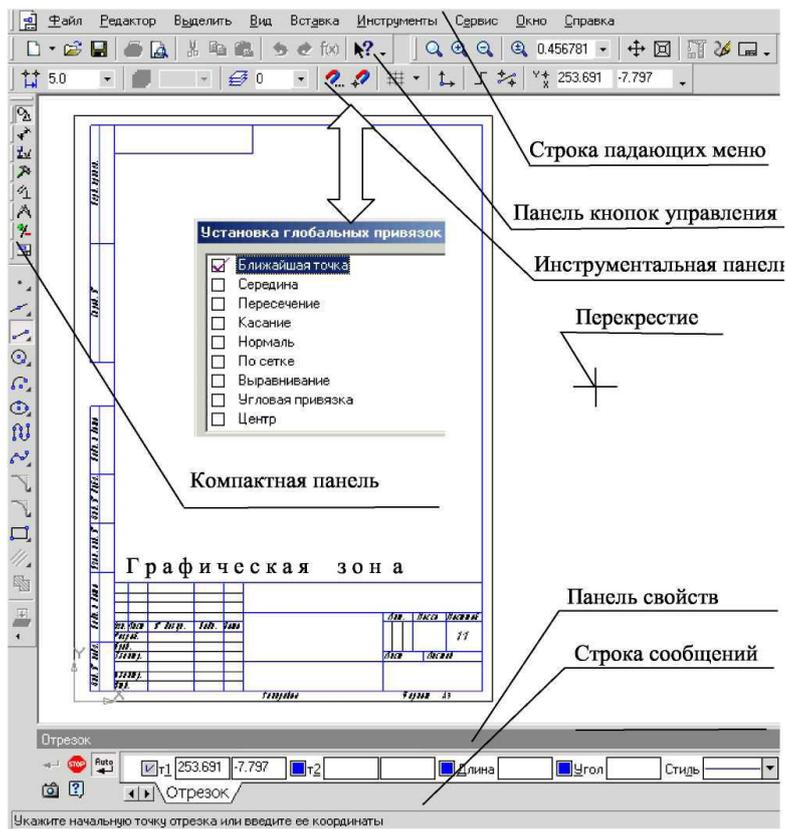

Рисунок 1.6. - Рабочее окно при вызове документа Чертеж
1. Чертеж - основной тип графического документа в системе КОМПАС. Чертеж содержит графическое изображение изделия в одном или нескольких видах, основную надпись, рамку и всегда содержит один лист заданного пользователем формата (рис. 1.6). Файл чертежа имеет расширение .cdw.